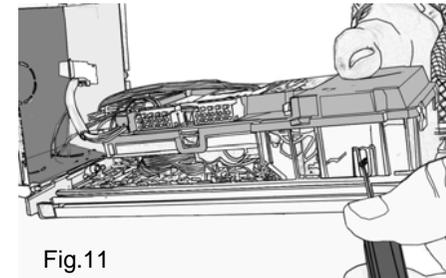

Fig.11
4.10 REGLER L'ORIENTATION DE LA CAMERA (FIG. 11 PAGE 18).
L'orientation de la caméra aussi bien verticalement qu'horizontalement se réalise au moyen d'un tournevis à tête plate que l'on doit introduire dans une fente située sur le côté du groupe près de la caméra (fig. 11 page 18).